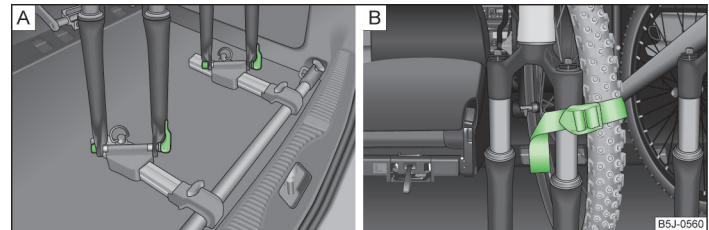

Abb. 56 Fahrrad einsetzen / Befestigungsbeispiel des Vorderrads
- › Die Fahrradgabel auf die Befestigungsachse aufsetzen und mit dem Schnellspanner festziehen » Abb. 56 - **A**.
- › Das abgebaute Vorderrad am besten zwischen der Kurbel des linken Pedals und dem Fahrradrahmen verstauen und mit einem Gurt an der Vordergabel » Abb. 56 - **B** bzw. an einem der Befestigungselemente befestigen.